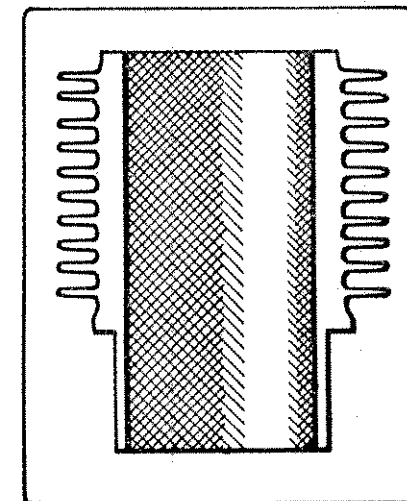

Fig. 17
- 3) Ripetere l'operazione facendo però ruotare la mano in senso contrario (cioè sinistrorso), in modo che ne risulti una superficie a righe incrociate; così come si vede nella fig. 17).